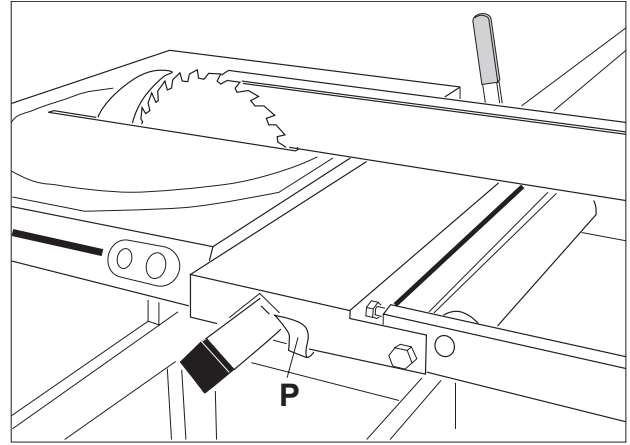

Fig. 7
- Drei svingskiven til 90°, og trekk anholdet inntil sagbladet. Juster anviser **P** slik at den viser 0 på styreskinnen (fig. 7).
Løs hevarmen ved å dreie på låseskruen (fig. 7). Bladet kan nå heves og senkes. Bladet kan låses i den høyde man ønsker ved å stramme til låseskruen.
- Hev sagbladet litt høyere enn tykkelsen på materialet som skal klyves og lås (fig. 7).